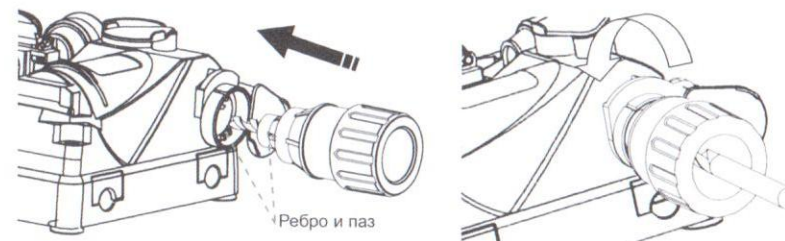

Рис. 6
- Выньте держатель, переверните его на 180° и обработайте другую кромку (См. Рис.6).